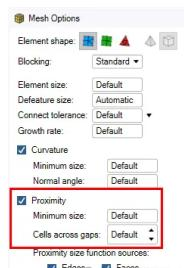

图8 狹长特征控制
(5) 【Proximity】狭长特征控制，可对窄边等狭长区域进行网格加密，如图8所示，可通过最小单元尺寸、单元间隙和控制几何对象类型进行局部网格加密。